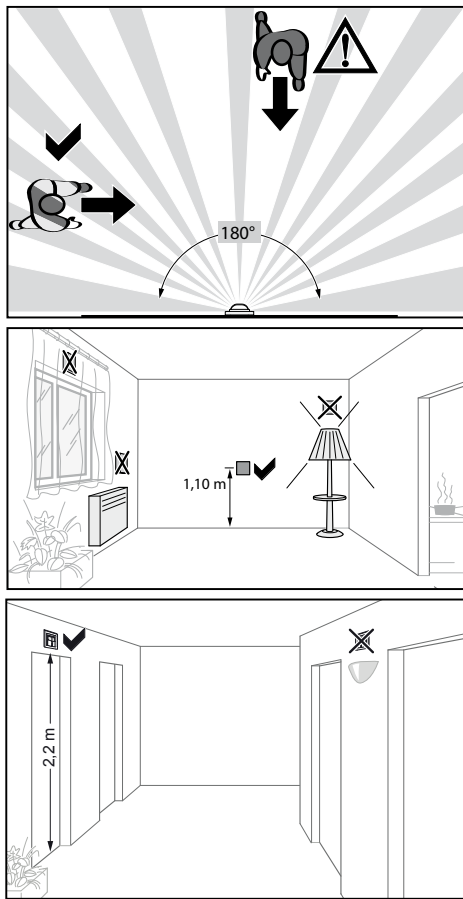
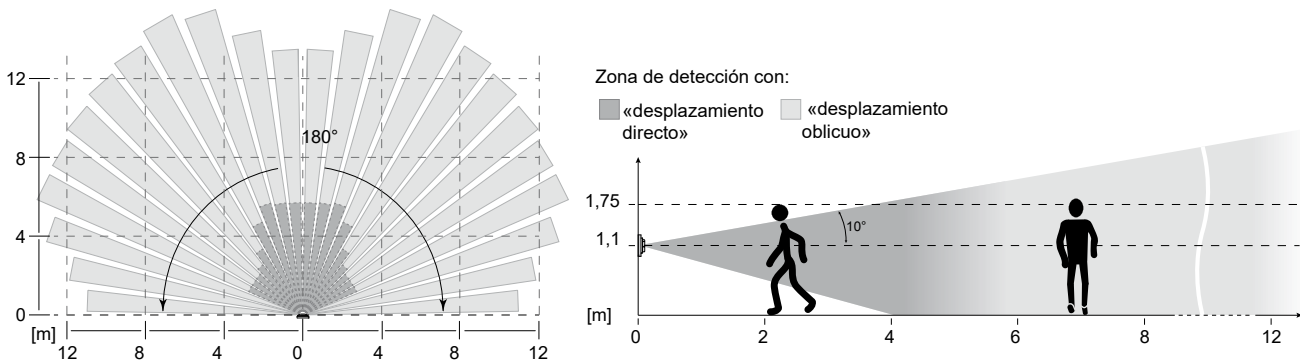

Figura 4: Lugar de montaje de detectores de movimiento
Figura 6: Zona de detección del detector de movimiento, altura de montaje de 1,1 m
- i** Tener en cuenta la dirección de movimiento: se distingue entre "desplazamiento directo" y "desplazamiento oblicuo". Los movimientos oblicuos con respecto al detector de movimiento se pueden detectar mejor que los movimientos directos hacia el detector de movimiento (figura 4, 6, 7).
- Evitar fuentes de interferencias en la zona de detección (figura 6 y 7). Las fuentes de interferencias, por ejemplo, calentadores, instalaciones de refrigeración y climatización y bombillas refrigerantes, pueden provocar conexiones indeseadas (figura 4).